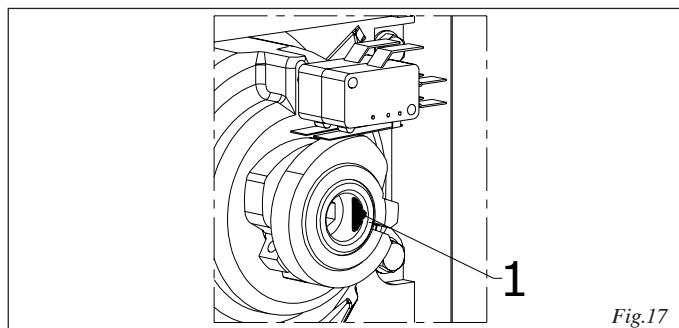

Fig.17
**Der mechanische Anschlag besteht aus einem Spannstift (Abb. 17 Bez.1), der nicht überschritten werden soll, um den Betrieb der Entriegelungsvorrichtung nicht zu beeinträchtigen.**